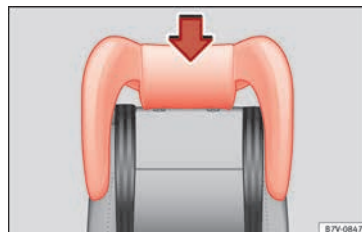

Fig. 95 Asiento integrado para niños: montar el apoyacabezas del mismo.
- Introduzca el apoyacabezas del asiento para niños en las guías del respaldo correspondiente hasta que encastre correctamente » » fig. 95.